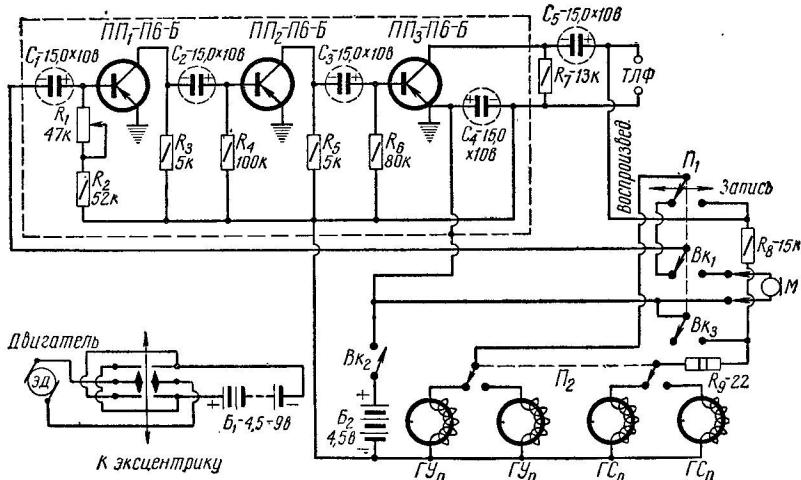

Рис. 3. Принципиальная схема усилителя записи и воспроизведения.
**Электрическая схема.** В магнитофоне для записи и воспроизведения используется один универсальный усилитель, выполненный на полупроводниковых триодах типа Пб-Б по схеме с заземленными эмиттерами (рис. 3). Во время записи к его входу подключается динамический микрофон типа МД-55 ( $B_k$ , в положении «Включено»), а на выход с помощью переключателя  $P$  — одна из универсальных головок  $GU_l$  или  $GU_p$  в зависимости от хода ленты — левого или правого). Процесс записи контролируется с помощью постоянно включенных головных телефонов. По обмотке универсальной головки проходит постоянный ток подмагничивания от общей батареи  $B_2$  ( $B_{k2}$  в положении «Включено»), величина которого составляет 4—4 ма. Стирающие головки  $GC_l$  и  $GC_p$  также питаются от батареи  $B_2$  (при включенном  $B_{k3}$ ), ток стирания 40—60 ма. Усилитель потребляет ток 3—5 ма.